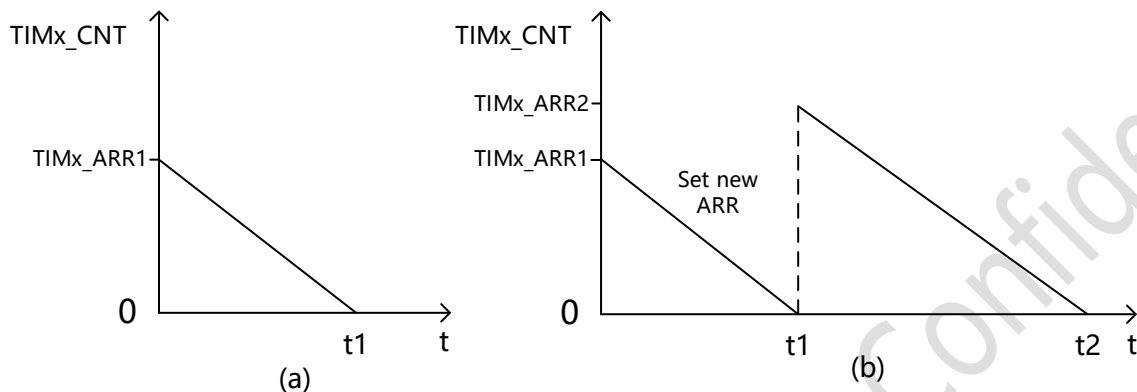

图 11-2 (a) 单次计数模式, (b) 周期计数模式
- 自动装载值寄存器(TIMx_ARR)在计数过程中可以被修改, 但直到下一个计数周期才会正式生效。如图 11-2(b)所示, 如果在 0-t1 之间的某个时刻设置新的装载值, 那么直到 t1 时刻才会将其赋值给计数器。